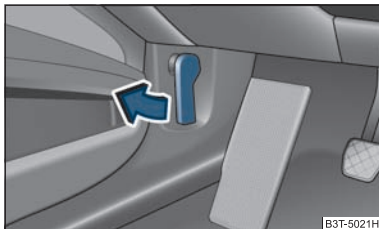

Fig. 180 Palanca de desbloqueo para el capó
- Tire de la palanca de desbloqueo debajo del tablero de instrumentos, lado del conductor ⇒ fig. 180.
- Desbloquee el capó del vano motor ⇒ fig. 180.